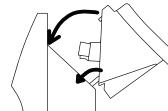

Рис. 4
- Вставьте разъем электроподключения («плата») на блоке управления в соответствующий разъем («мама») на конвекторе. Обратите внимание, что он может быть вставлен только в одном положении, когда специальная защелка находится справа. Убедитесь, что соединение надежно и разъем блока управления полностью закреплен в конвекторе. Если разъем вставлен до конца, то должен раздаться щелчок (рис. 4).